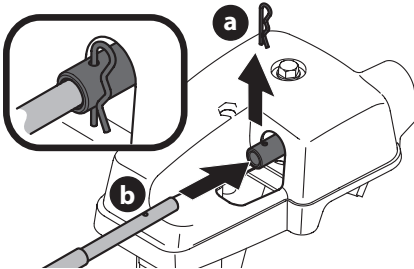

Figure 29
4. Retirez la goupille fendue (a) à l'arrière de la tête de commande de la goulotte. Voir Figure 29.
5. Insérez l'arbre flexible (b) dans la partie arrière de la tête de commande de la goulotte et retenez-le avec la goupille fendue (a) retirée à l'étape 4. Voir Figure 29.